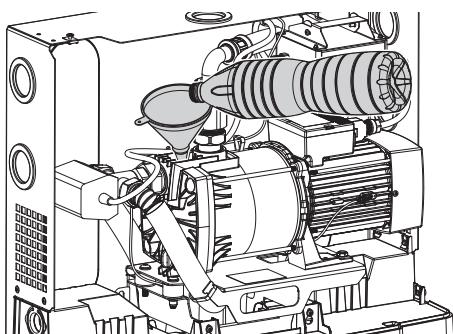

Fig. 22: Pumpe befüllen
2. Pumpe über einen Trichter mit klarem Wasser füllen (Fig. 22).